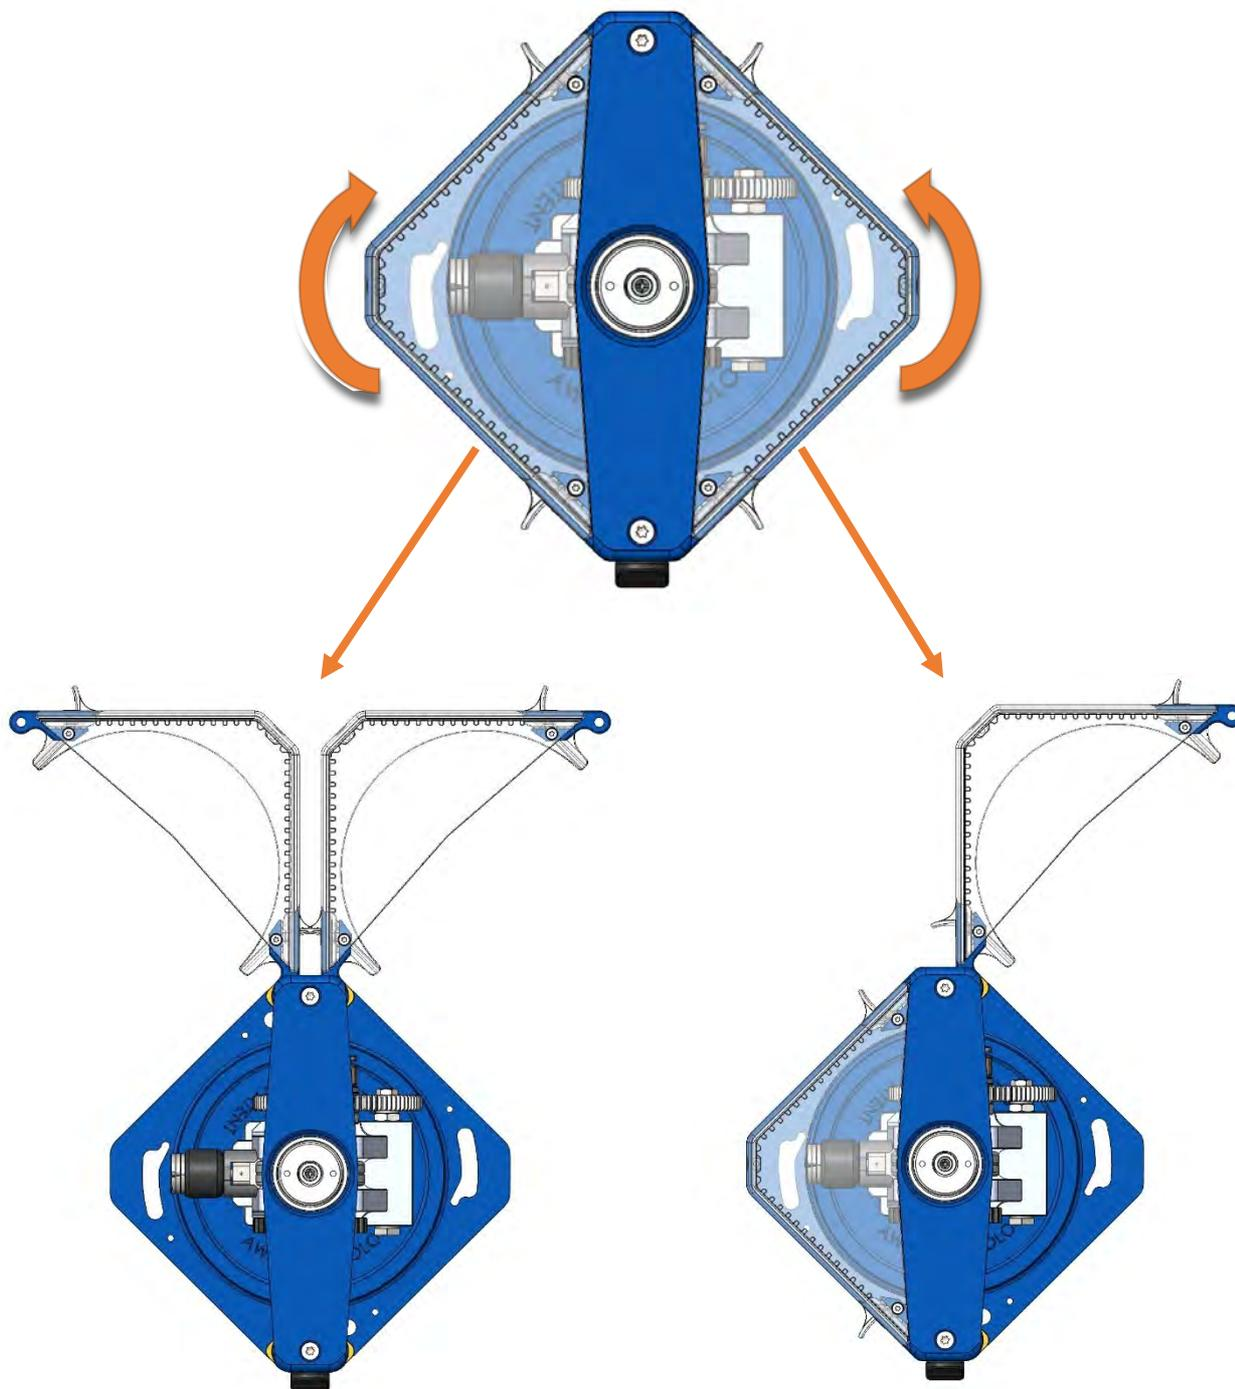

Figure 16
2. Tout en maintenant le bouton enfoncé, ouvrez l'une ou les deux protections latérales en les tournant dans le sens indiqué par la flèche. Figure 16;